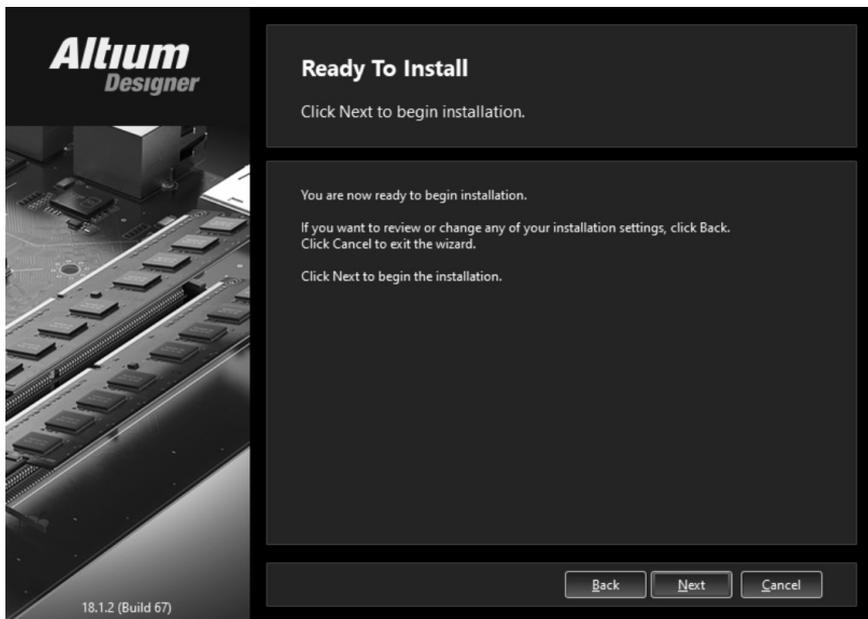

图 1-21 准备安装的对话框
- (5) 单击 Next 按钮，弹出准备安装的对话框，如图 1-21 所示。